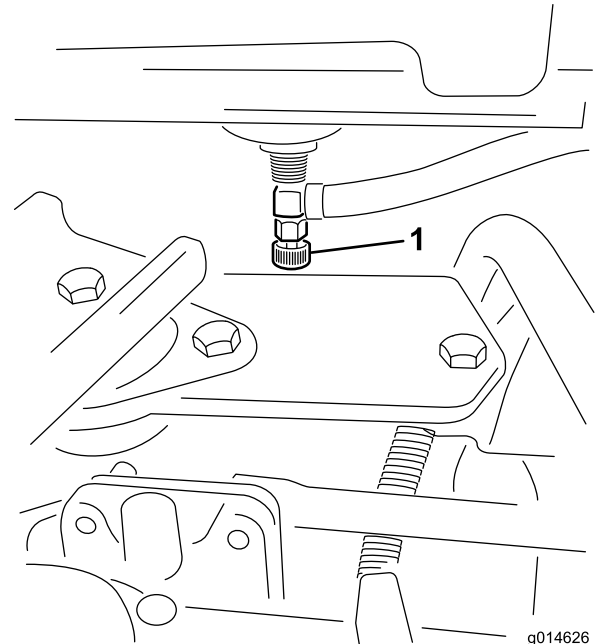

Figura 45
1. Feche a válvula de corte de combustível (Figura 45) por baixo do depósito de combustível.